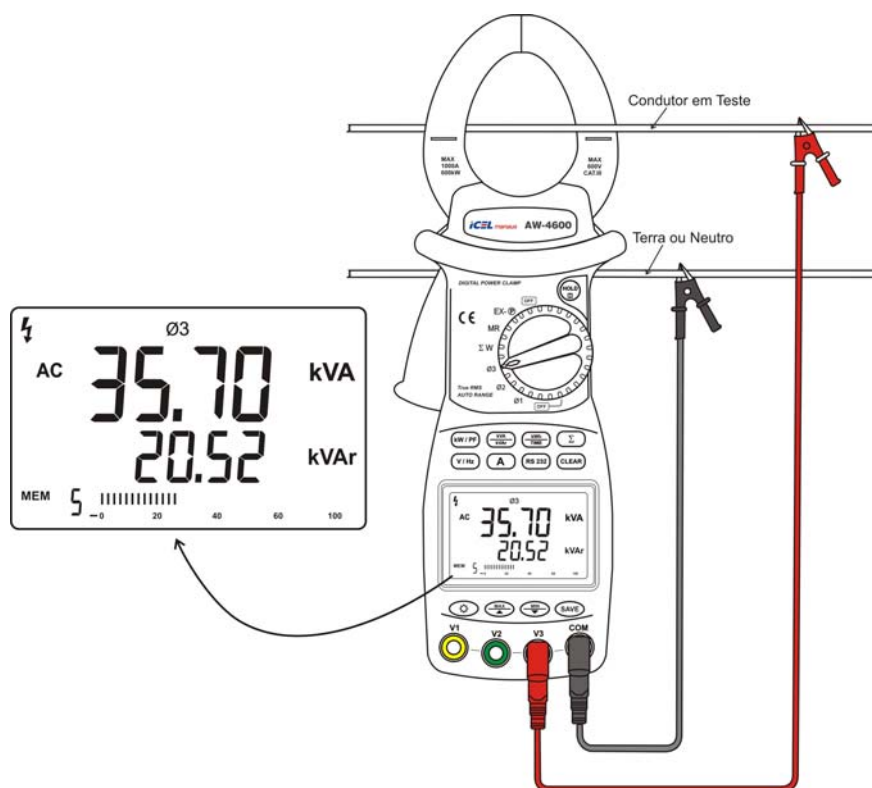

Figura 5.3.2
**Potência Aparente / Potência Reativa:** Pressione o botão **(kVA / kVAr)** e a Potência Aparente será mostrada no display principal e a Potência Reativa no display auxiliar como na **figura 5.3.2** abaixo.